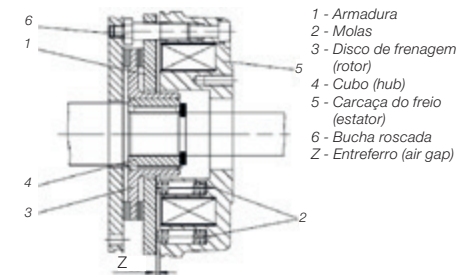
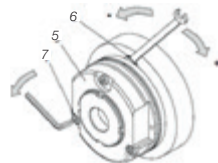

Figura 3 - Corte transversal do freio eletromagnético - tamanho 6 ao 25 (4 a 600 Nm)
Figura 5 - Ajuste do entrefreio dos freios de tamanhos 6 a 25
5. Medir com um calibrador (espíao) o entrefreio existente entre a armadura e a carcaça do freio (ver cota "Z" na Figura 3), em três pontos próximos aos parafusos de ajuste. Se a medida encontrada for igual ou maior que o valor máximo indicado na Tabela 3, ou se as leituras forem diferentes entre si, prosseguir o ajuste do entrefreio da seguinte maneira (ver Figura 5):